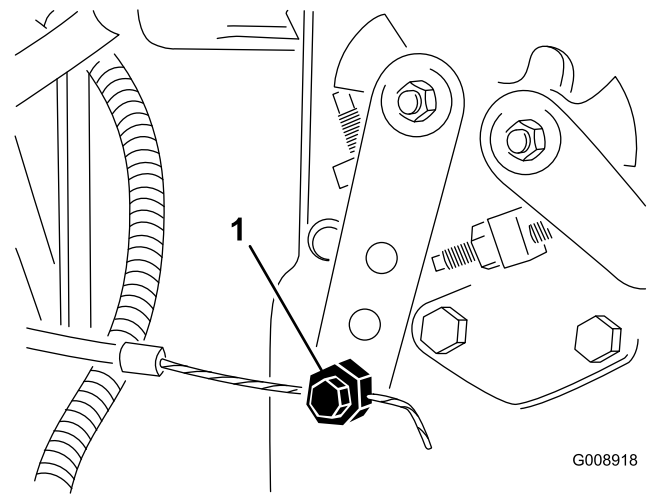

図 86
4. 噴射ポンプのレバーアーム **図 86** の部分にあるスロットルケーブルのコネクタをゆるめる。